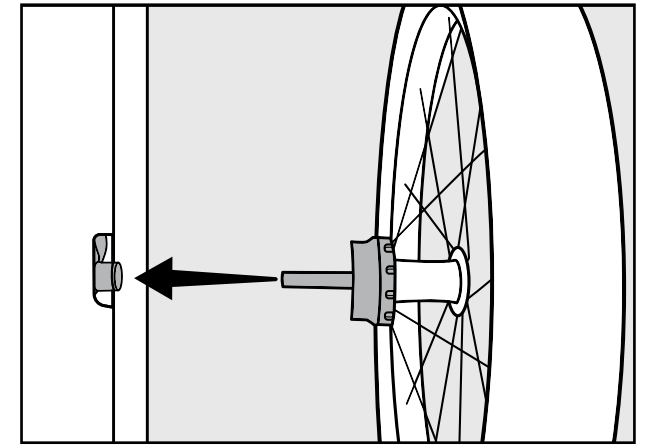

Figure 12
2. Insérez l'axe de roue dans le récepteur d'axe, puis relâchez le bouton (Figure 12). Tirez fermement sur la roue pour vous assurer que l'axe est bien engagé